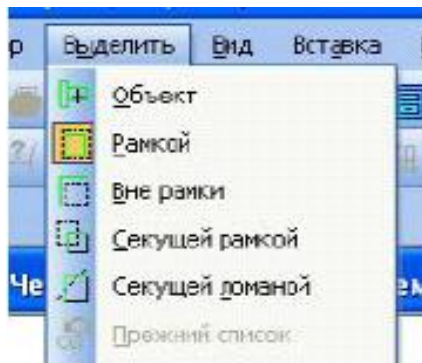

Рис. 2.5. Выпадающее меню *Выделить*
- 2) в появившемся меню (рис. 2.5) выбрать пункт *Рамкой*;